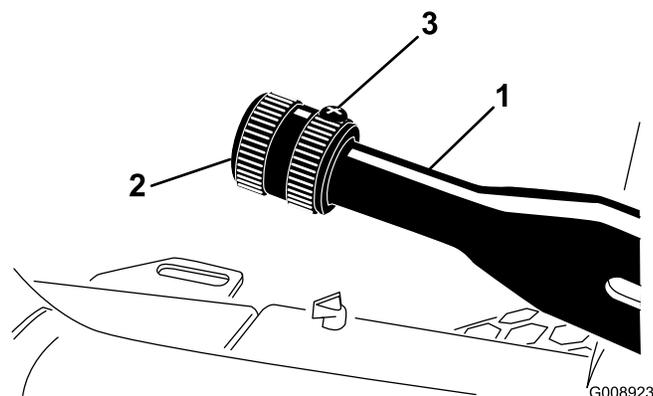

Figure 51
1. Desserrez la vis de fixation du bouton sur le levier du frein de stationnement (Figure 51).